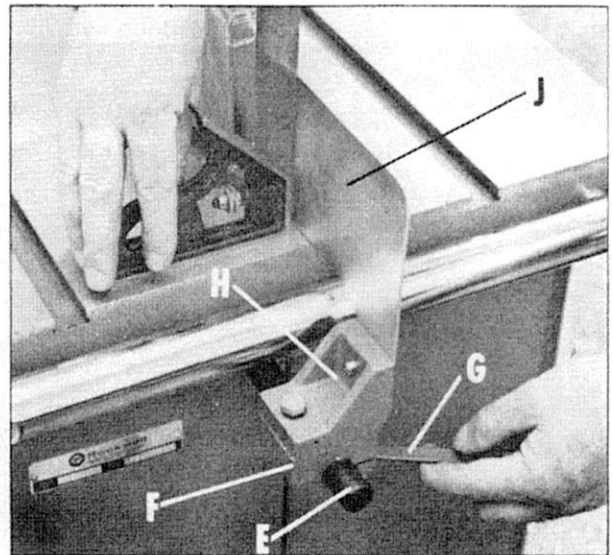

Fig. 11
4. Place threaded end of eccentric rod (E) Fig. 11, through the hole in rear of saw carriage and fasten with star washer and nut supplied. Do not fully tighten nut at this time.
4. Passez la partie filetée de l'excentrique (E) dans le trou qui est à l'arrière du chariot de la scie, enfitez dessus la rondelle à denture, et vissez l'écrou sans le bloquer (voir fig. 11).
5. Fixez le support inférieur arrière (F) à l'excentrique (E) et serrez les deux vis qui se trouvent sous le support au moyen de la clé (G) comme le montre la figure 11.
6. Fixez le support du diviseur (H) sur le support inférieur (F) à l'aide de la vis et de la rondelle prévues pour cela (voir fig. 11).
7. Montez l'ensemble diviseur-protège-lame (J) sur le support (H) (vis et rondelle fournies — Voir figure 11). Le diviseur se fixe également à l'intérieur du support (A et D, figure 10).
5. Assemble lower rear bracket (F) to eccentric rod (E) and snug up the two screws located underneath the bracket with wrench (G), as shown in Fig. 11.
6. Assemble splitter bracket (H) to lower bracket (F) Fig. 11, using screw and lockwasher supplied.
7. Fasten splitter and guard assembly (J) Fig. 11, to bracket (H), using the screw and washer provided. The splitter assembly is also fastened to the inside of the bracket (A) and (D) Fig. 10.